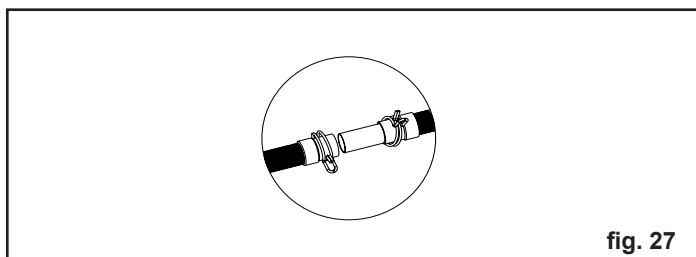

fig. 27
- Collegare il tubo scarico condensa proveniente dalla caldaia al rispettivo proveniente dal modulo e bloccare con le fascette stringi tubo (fig. 27)